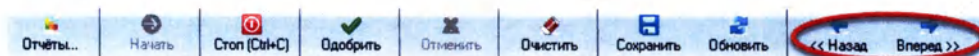

Рисунок 5.14
8. Чтобы перейти к предыдущей пробе, нажмите кнопку «Назад», для перехода к следующей пробе нажмите кнопку «Вперед» (Рисунок 5.14):